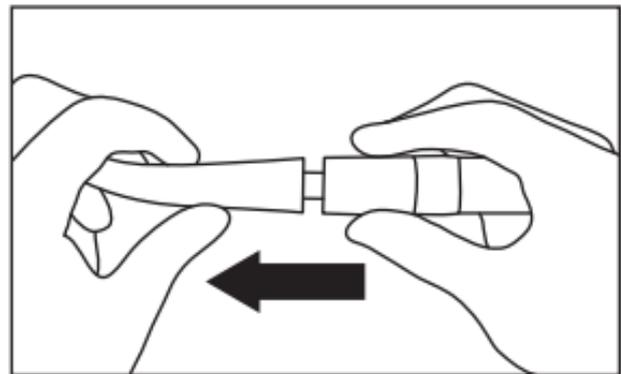

Fig. 15 63
- 6) Retirez la pièce à main du moteur. (Fig. 15)